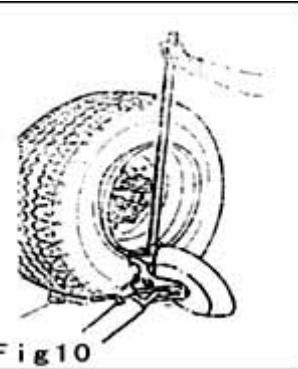

Fig 10
- (1) Установите инструментальную консоль (9) в нерабочее положение. Переведите ее к внешней плоскости колеса и убедитесь в правильном положении монтажного пальца. В противном случае нажмите регулятор положения (14), поверните инструмент на 180°, опустите его и зацепите за опору.
- (2) Отрегулируйте взаимное положение монтажного пальца (13) и шины, установите монтажный палец (13) между шиной и ободом. Вставьте монтажный палец (13) под борт шины и зацепите борт.
- (3) Опустите борт, чтобы избежать его соскальзывания с инструмента.
- (4) Переведите монтажный палец к внешнему краю обода.
- (5) Установите монтировку под монтажный палец между краем шины и бортом.
- (6) Нажмите на монтировку и удерживая ее нажатой опустите колесо до тех пор, пока край обода не окажется на расстоянии 5 мм от монтажного пальца (рис. 10).